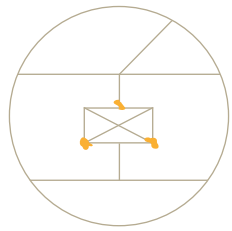

Abb. 15:
- ⓘ Den Kleber an Stirnseite und Unterseite der bereits festgeklebten Feder auftragen, sodass die Stöße verklebt werden. Bis zu 5-10 mm vor jedem Dielenstoß darf kein Kleber aufgetragen werden. Die Bodendielen dürfen nie an den Längsseiten verklebt werden. Siehe Abb. 15.